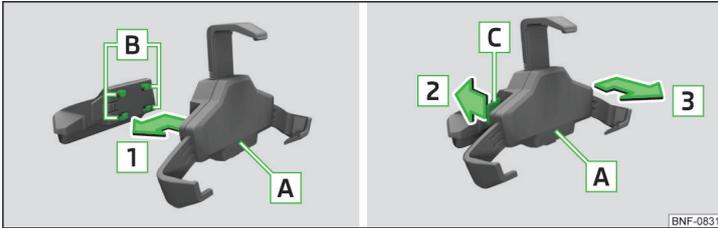

Abb. 75 Halter in den Adapter einsetzen / Halter vom Adapter abnehmen
- Zur Befestigung des Halters am Adapter den Halter **A** in die Aufnahme **B** in Pfeilrichtung **1** bis zum hörbaren Einrasten einsetzen » Abb. 75.